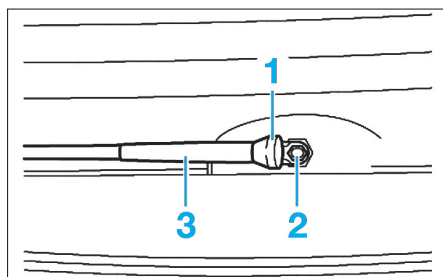

Fig. 65
• Rabattre le capuchon (1) de l'essuie-glace arrière vers le haut (Fig.65).